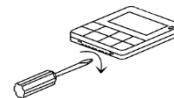

Fig. 1
**Para la instalación:** Primero corta la energía de la unidad interior. Para abrir el controlador (Fig.1), usa un destornillador plano y haz un poco de palanca **con cuidado** en la ranura de abajo. No fuerces, porque podrías estropear el interior. Gira suavemente el destornillador hasta que la tapa trasera se abra.